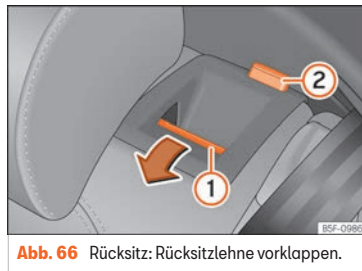

Abb. 66 Rücksitz: Rücksitzlehne vorklappen.
- Entriegelungstaste » (Abb. 66) ① nach vorn drücken und gleichzeitig die Rückenlehne umklappen. Die Rücksitzlehne ist entriegelt, wenn die rote Markierung des Tasters ② sichtbar ist.